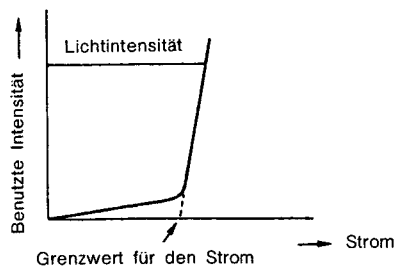

Abb. 11
#### ① Halbleiterlaser (Abb. 11)
Wie in Abb. 11 dargestellt, erhöhen sich die Strom- und Lichtintensitäts-Eigenschaften abrupt, sobald der Grenzwert für den Strom überschritten ist.